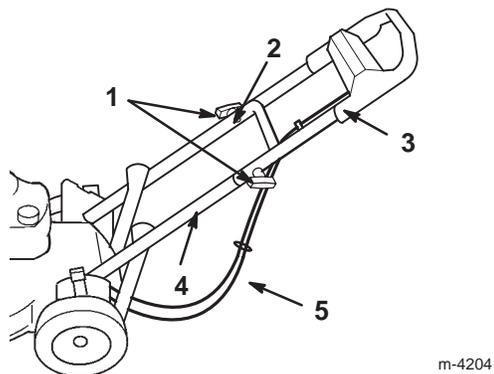

Figure 3
5. Glissez la partie supérieure du mancheron sur la partie inférieure de sorte que les deux parties s'adaptent parfaitement (Fig. 3).
6. Les câbles doivent passer sous et derrière la partie inférieure du mancheron, comme indiqué à la Figure 3.
7. Fixez la partie supérieure du mancheron à la partie inférieure à l'aide de 2 boulons profilés et de 2 boutons (Fig. 3).